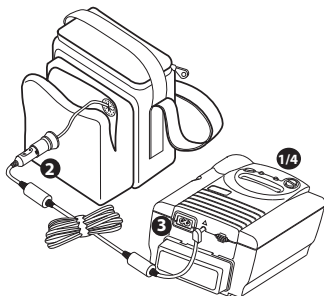

Figura 5: Conexão do cabo de alimentação
2. Conecte a extremidade do adaptador do cabo de alimentação no soquete do conjunto de bateria. Consulte a Figura 5.